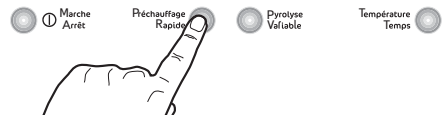

Fig. 17
1. Allumez le four en appuyant sur la touche **"Marche / Arrêt"** ①.
4. Appuyez sur la touche **"Préchauffage rapide"**. La mention **"FHU"** apparaîtra sur l'affichage (Fig. 17).